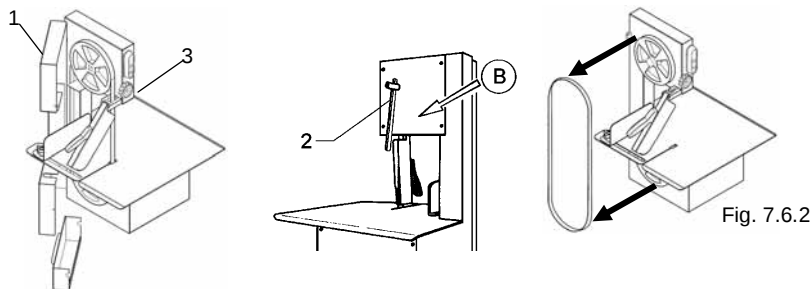

Fig. 7.6.2
7.6.2 Substitution de la lame (Fig. 7.6.2)
- Placer le levier "2" vers le bas, comme indiqué sur la Fig. 7.6.2 par la flèche "B".